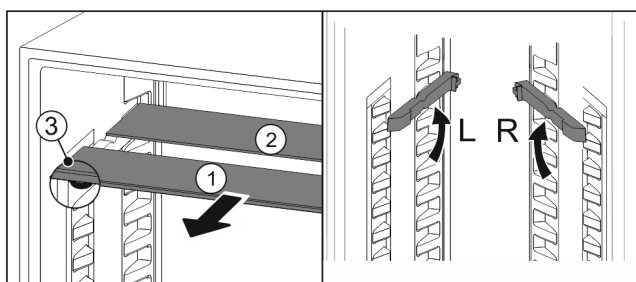

Fig. 69
- ▶ Wyciągnąć Fig. 69 (1) pojedynczo półki szklane do przodu.
- ▷ Płyta szklana Fig. 69 (1) z listwą ozdobną znajduje się z przodu.
- ▷ Stopery Fig. 69 (3) wskazują w dół. Urządzenia z komorą zamrażalnika\*